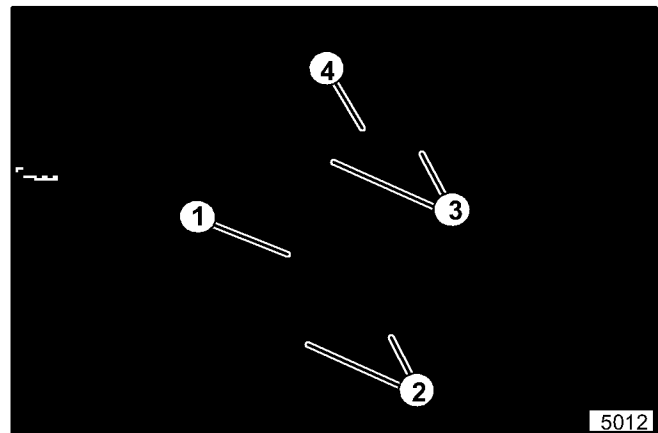

Abbildung 22. Anbauplatte und Kupplungslager
14. Die Anbauplatte so ausrichten, daß sie senkrecht zum Chassis und das Stehlager auf der Kupplungswelle zentriert ist. Die beiden an der Unterseite der Platte befindlichen Anbauschrauben festziehen (siehe Abbildung 22).
16. Den Sicherungsring der Kupplungswelle anziehen. Den Ring entgegen dem Uhrzeigersinn an der Schulter des Lagerbocks drehen. Mit Hilfe eines Hammers und eines Locheisens wird der Ring in seiner Position gesichert. Die Stellschraube im Ring anziehen (siehe Abbildung 22).